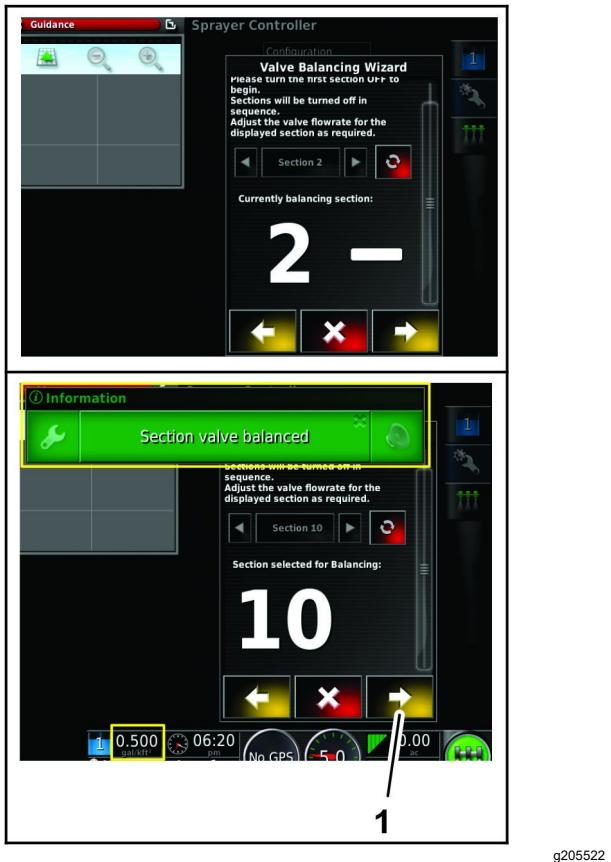

Figura 59
6. Ripetete i passaggi 4 e 5 per le valvole di sezione da 2 a 10 (Figura 59).
7. Quando tutte le valvole di sezione sono bilanciate, selezionate l'icône Avanti (Figura 59).